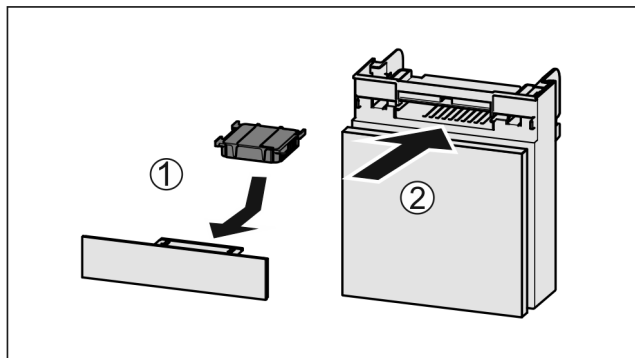

Fig. 115
- ▶ Вставити фільтр з активованого вугілля за малюнком Fig. 115 (1).
- ▶ Вставити відділення Fig. 115 (2).